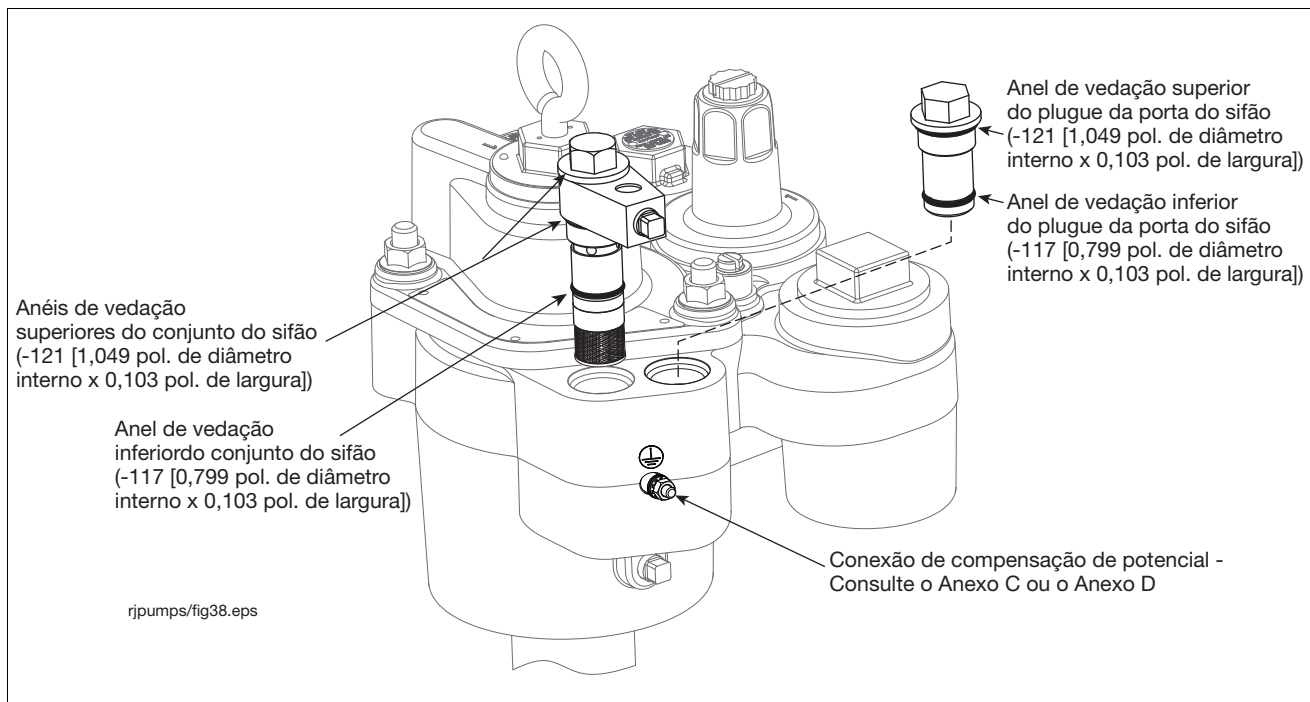

Figura 39. Inserção do conjunto do sifão no manifold
5. Insira o cartucho na porta do sifão (consulte a Figura 39). Gire a porta de saída do sifão na direção desejada e, em seguida, aperte manualmente o corpo sextavado de retenção do sifão. Aperte o corpo com um torque de 34 a 41 N•m (25 a 30 pés-lb).